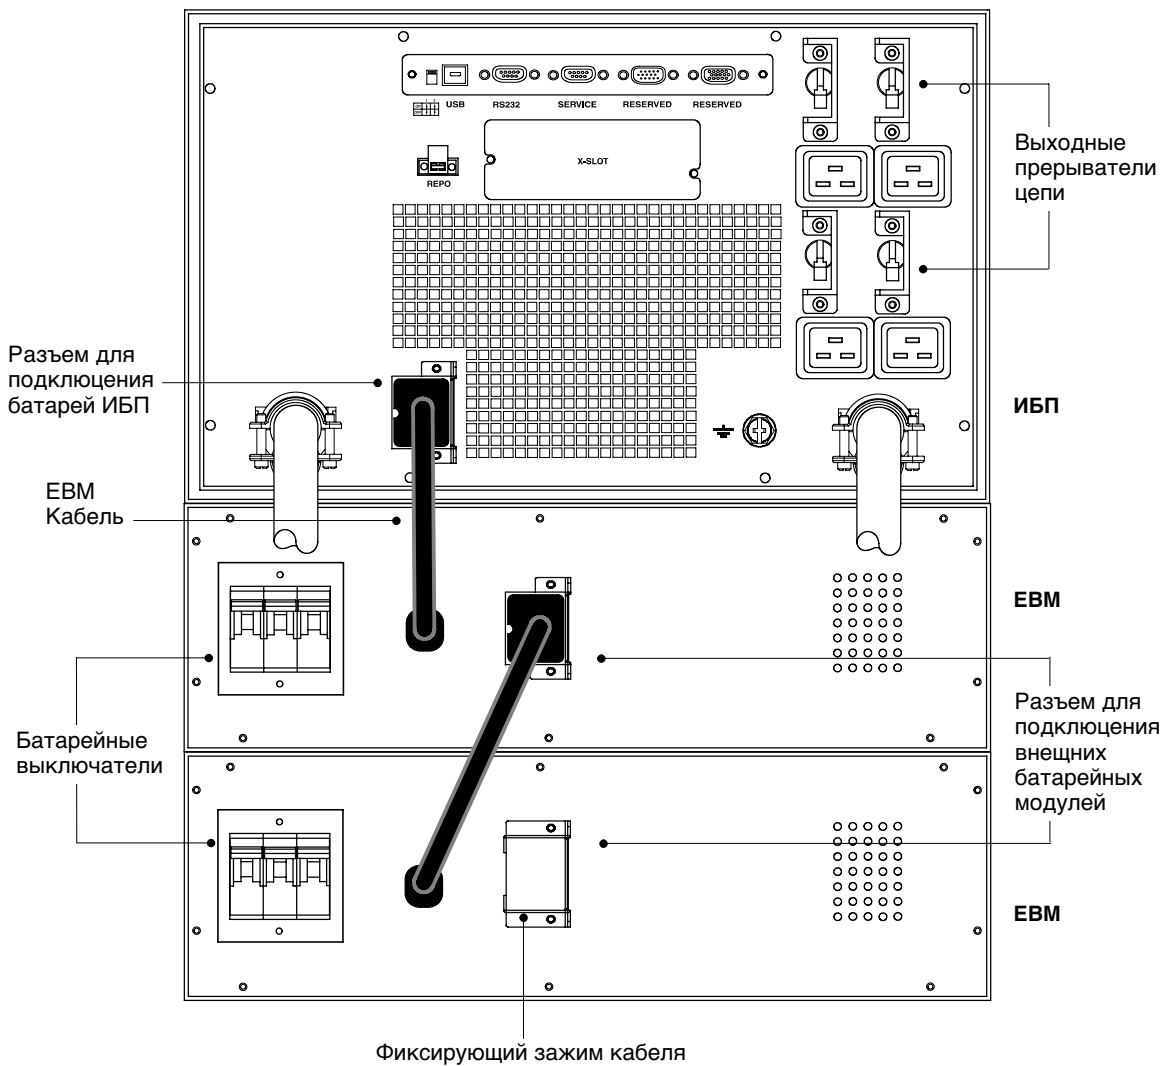

Рисунок 26. Стандартная установка EBM
1. Убедитесь в том, что выключатели на задней панели ИБП находятся в выключенном положении [OFF (O)] — см. рис. 26 на стр. 22.
1. Убедитесь, что все выключатели цепи находятся в выключенном [OFF (O)] положении (см. рис. 26).
4. Вставьте кабель дополнительного батарейного модуля (одного или нескольких) в батарейный разъем как показано на рис. 26. Допускается подсоединение к ИБП до 4-х дополнительных батарейных модулей.